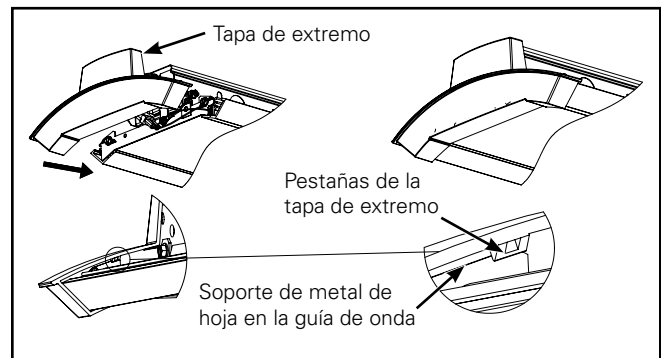

Figura 29.
12. Retire los tapones del extremo de la caja de piezas, instale el tapón de extremo en la luminaria. Coloque el arnés del cable y el cable de seguridad durante la instalación. Las pestañas de los tapones de extremos deben encajar completamente en el soporte de metal. (Figura 29.)